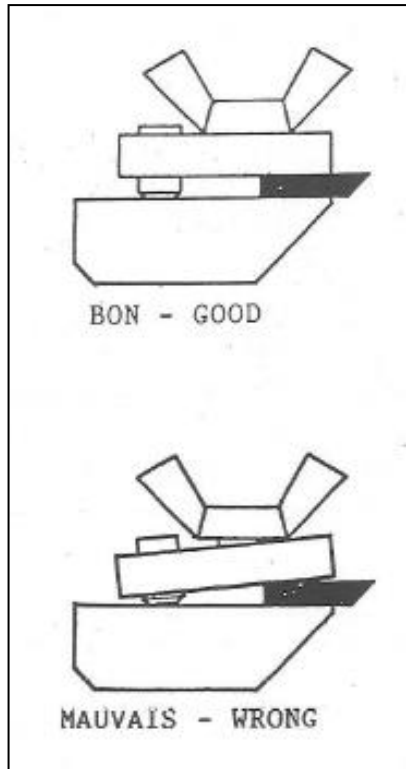

Figure 13
Tighten the blade (Fig. 13)
- 3- Serrer la lame (Fig. 13);